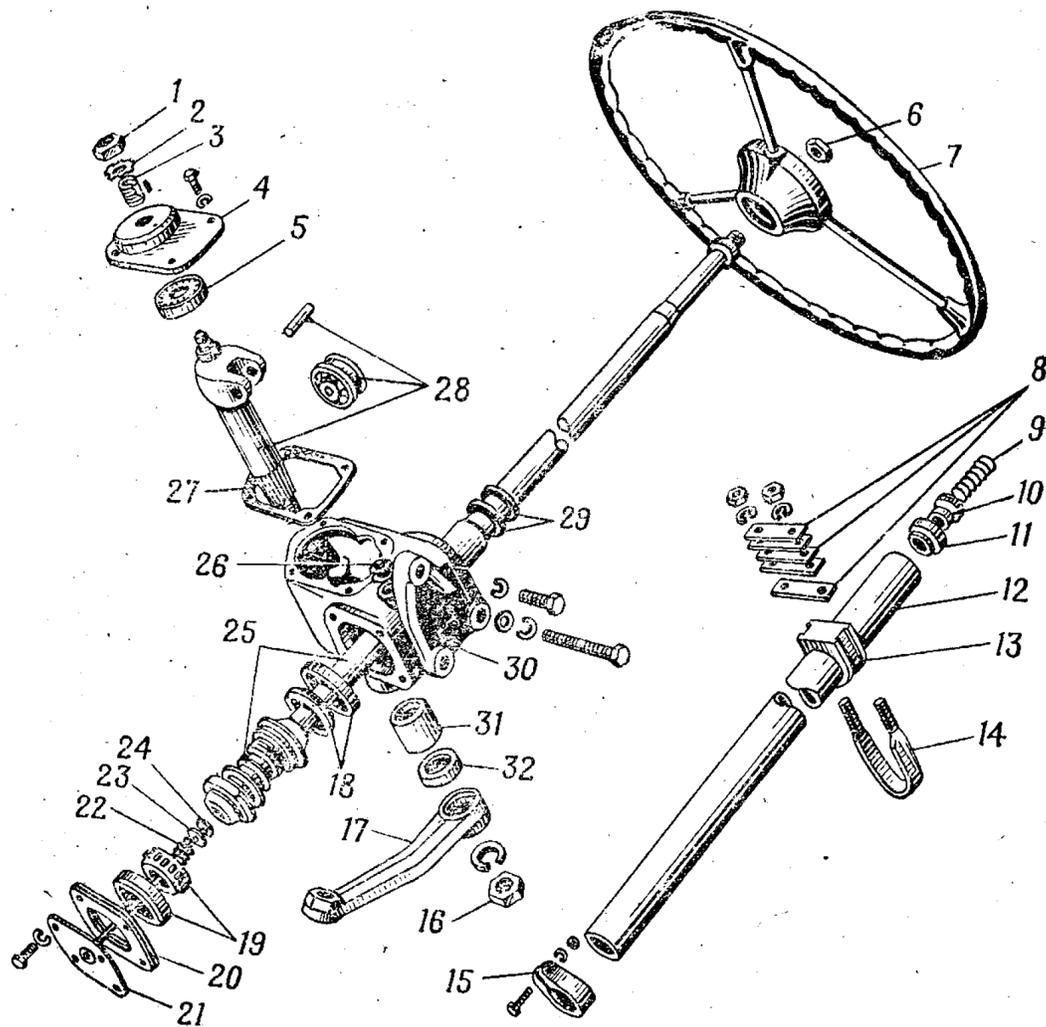

Рис. 149. Детали рулевого управления:
15. Установить картер *30* (рис. 149) рулевого управления в тиски. Обдуть сжатым воздухом
<p>В крайних положениях ролика величина усилия, приложенного к ободу рулевого колеса для поворота вала с червяком, допускается 0,3—0,5 кгс.</p> <p>Уменьшение величины усилия при поворотах вала с червяком от среднего к крайним положениям должно быть плавным</p> <p>24. Снять с вала рулевое колесо</p> <p>25. Установить на регулировочный винт 3 (рис. 149) стопорную шайбу 2, навернуть гайку 1 и затянуть.</p> <p>Стопорная шайба должна войти шпоночным выступом в паз регулировочного винта, а штифт на боковой крышке — в углубление на окружности шайбы.</p> <p>Если штифт не входит в углубление в шайбе, повертывать регулировочный винт, пока штифт не войдет в ближайшее углубление</p> <p>26. Нанести на посадочную поверхность под сальник 32 вала сошки рулевого управления тонкий слой смазки УСс и запрессовать сальник</p> <p>27. Нанести на посадочную поверхность под сальник 29 вала рулевого управления тонкий слой смазки УСс и запрессовать сальник</p> <p>28. Установить на разрезной конец трубы 12 колонки рулевого управления зажимной хомут 15, вставить болт и навернуть от руки гайку с пружинной шайбой</p> <p>29. Установить трубу 12 колонки рулевого управления с подшипником 11 в сборе на вал 25 рулевого управления, сдвинуть зажимной хомут 15 на конец трубы и затянуть гайку болта хомута</p> <p>30. Установить в трубу колонки рулевого управления разжимное кольцо 10 подшипника 11 и пружину 9 разжимного кольца</p> <p>31. Снять рулевое управление с тисков</p>	<p>—</p> <p>Ключ 27—30</p> <p>—</p> <p>Молоток АЗ; выколотка 6602; посуда для смазки; кисть волосяная</p> <p>То же</p> <p>—</p> <p>Ключ 12—14</p> <p>—</p> <p>Молоток АЗ; оправка П66-137</p> <p>—</p>